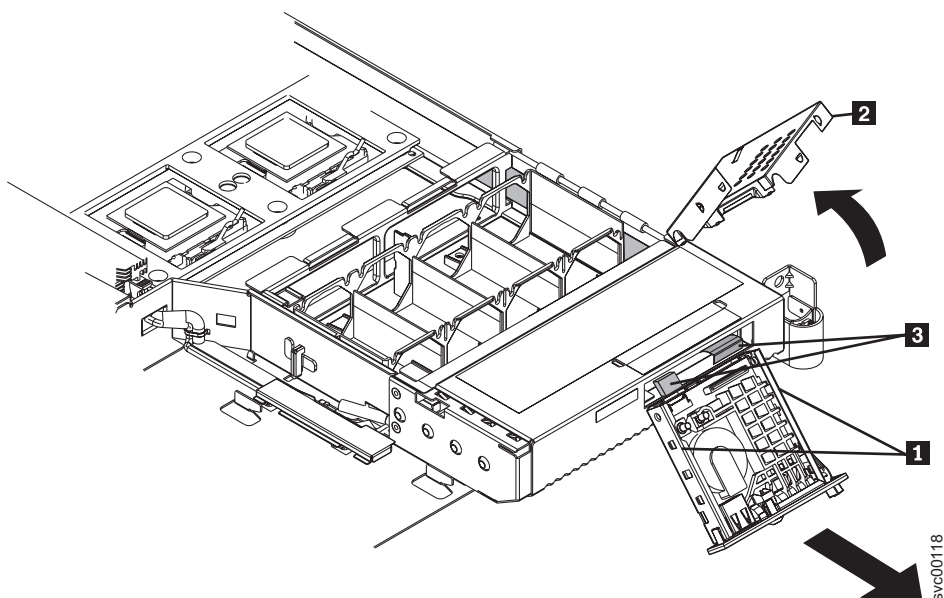

図 215. オペレーター情報パネル が見える SAN ボリューム・コントローラー 2145-8F2
6. 小さなねじ回しを使用して、オペレーター情報パネル・アセンブリの側面にある保持スプリング (図 215 の **1**) を押し込みます。
9. アセンブリー・カバー (260 ページの図 215 の **2**) を上に回転して、オペレーター情報パネル アセンブリーから外します。
10. アセンブリーの後部から 2 本のケーブル (260 ページの図 215 の **3**) のプラグを抜きます。